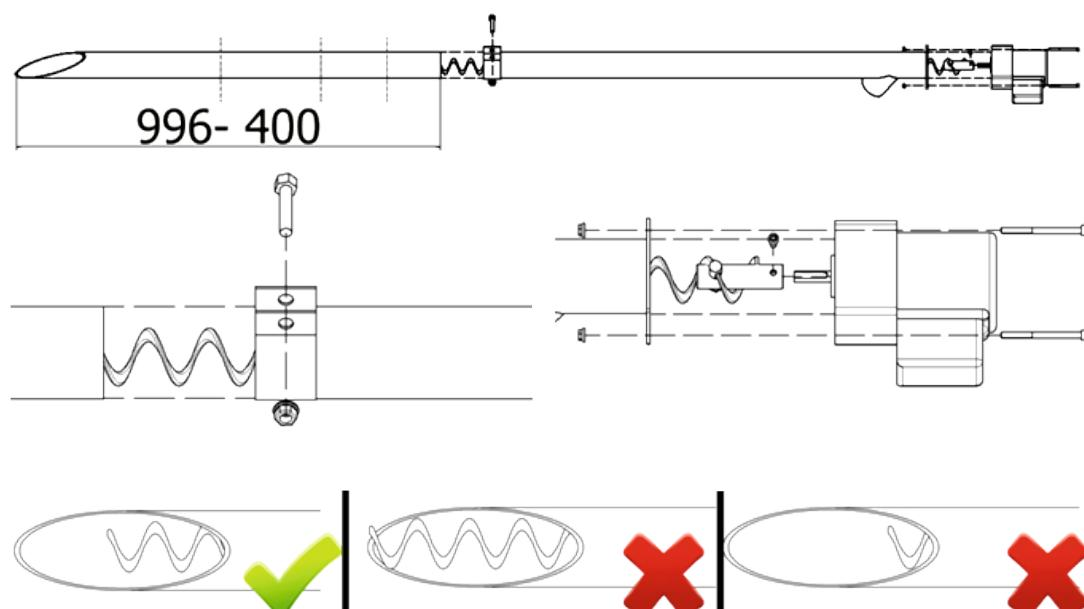

Рисунок 4. Схема установки винтового подающего устройства в штуцере бункера
- Д) отмерить и отрегулировать длину подающего устройства пеллет, не забывая при этом, что угол между основанием и трубой подающего устройства не должен превышать 45° (см. рис. 4);